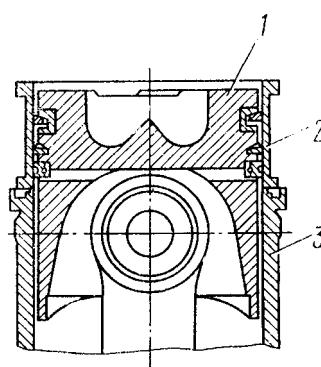

Рис. 87. Установка поршня с
- при установке поршня в цилиндр предварительно вставьте его в обойму И801.00.000 (рис. 87);